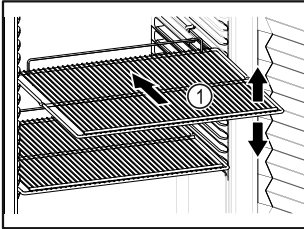

Fig. 60 Przykładowa prezentacja
- ❑ Jeśli ruszty do składowania Fig. 60 (1) są ruchome, należy je ustawić odpowiednio do wysokości.